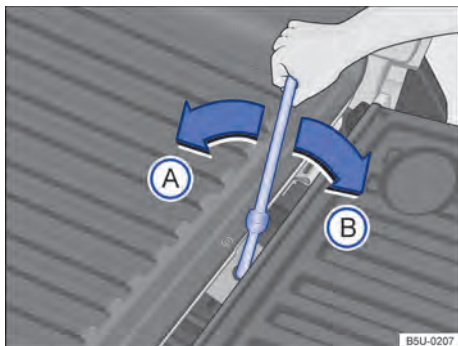

Fig. 165 No compartimento de carga: acesso a roda de emergência.
- Girar a chave de roda no sentido horário ⇒ Fig. 165 (B) até o fim de curso do mecanismo, mesmo após a roda de emergência ter encostado totalmente piso. O fim de curso é caracterizado pelo bloqueio do movimento da chave pelo batente do mecanismo.
- Girar a chave de roda no sentido anti-horário ⇒ Fig. 165 (A), até o fim de curso do mecanismo, que é caracterizado pelo deslizamento (giro “em falso”) da chave.